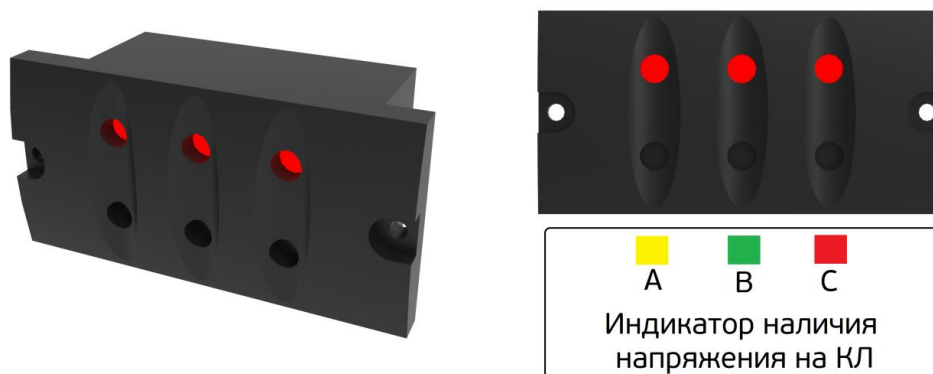

Рис. 5.4 Устройство EVI
На каждом присоединении устройства КРУ на лицевой панели установлены устройства индикации напряжения EVI (Рис. 5.4), устройство подключено к емкостным делителям напряжения встроенным в бушинги проходных изоляторов в кабельном отсеке. Устройство снабжено тремя световыми индикаторами наличия напряжения по одному на каждую фазу КЛ, а также штекерными отверстиями располагающимися рядом с каждой из ламп, цветовая маркировка фаз наносится под устройством.
Фазировка кабеля присоединения (1) (вновь включаемого или после ремонта) проводится с кабелем другого присоединения (2), находящимся под напряжением, расположение и чередование фаз которого уже проверено и является правильным (Ж-З-К). Фазировка проводится посредством фазового компаратора (Рис. 5.5) путем установки штыревых контактов компаратора в штекерные отверстия соответствующих фаз фазуемых присоединений (Рис. 5.6). При подключении переносного указателя к одноименным фазам (Рис. 5.4) – лампа указателя не горит, к разным фазам – горит (т.е. также, как при фазировке “в горячую”). При выполнении фазировки можно воспользоваться таблицей 3.